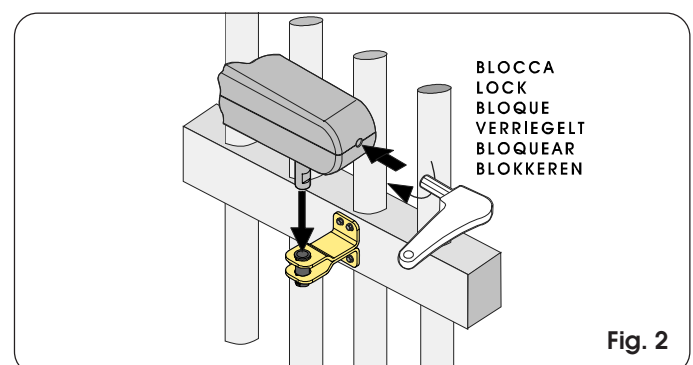

Fig. 2
- Coloque de nuevo el operador en el empalme anterior (Fig. 2);